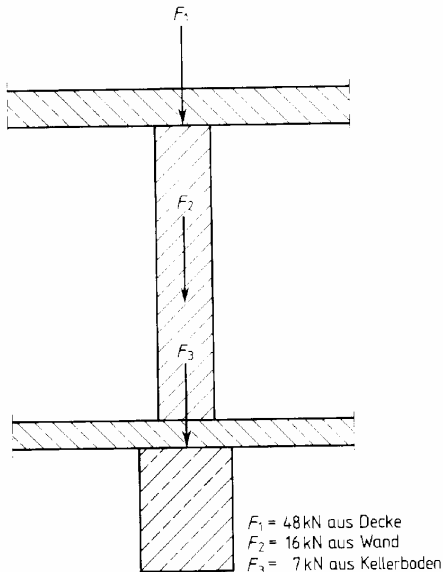

Bild 3.81 Belastung Fundament
16. Bestimmen sie zeichnerisch und rechnerisch die Kraft F_R , die das Fundament in Bild 3-81 aufzunehmen hat.